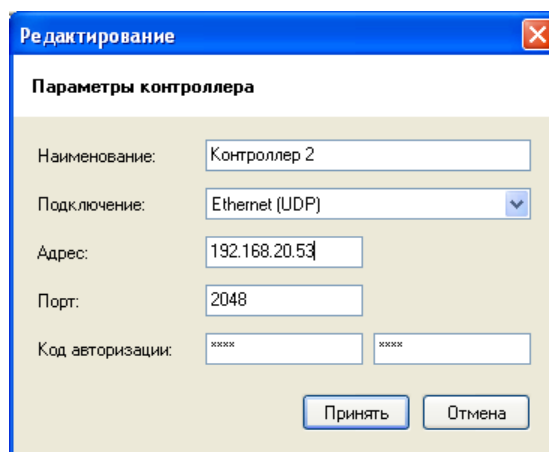

Рисунок 245
- 8) **Внимание!** Если производится настройка контроллера с адресом, отличным от фабричного, то в окне "Выбор контроллера" нажмите кнопку "Добавить", в окне "Редактирование" (см. Рисунок 245) укажите тип подключения "Ethernet (UDP)", адрес контроллера, порт 2048, код авторизации 123456 и нажмите кнопку "Принять".